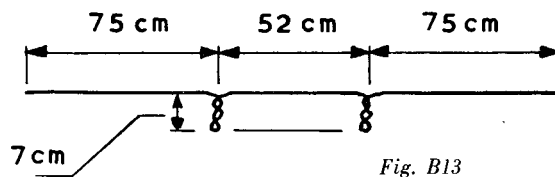

Fig. B13
11. Draai nu het bruin gekleurde wikkeldraad op twee plaatsen over een lengte van 7 centimeter in elkaar. In figuur B13 kun je zien, op welke afstanden deze aftakkingen moeten komen: de eerste na 75 centimeter en de tweede 52 centimeter verder. Het laatste stuk draad kun je na nog eens 75 centimeter afknippen. In totaal gebruik je dus 230 centimeter van het wikkeldraad.